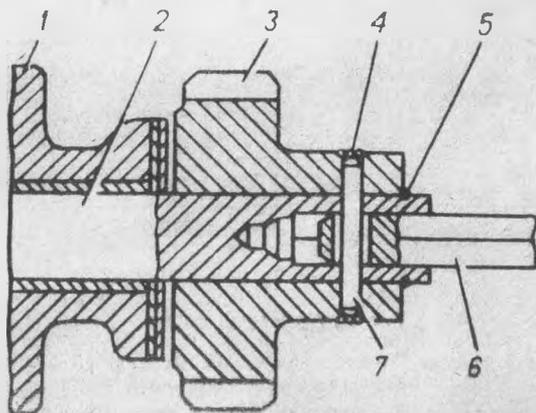

Рис. 10. Привод распределителя зажигания и масляного насоса.
**Привод масляного насоса и распределителя зажигания** состоит из корпуса 1 (рис. 10), в котором вращается валик 2 привода распределителя зажигания. В своей нижней части валик 2 при помощи предохранительного штифта 7 соединен с ведомой шестерней 3 и шестигранным валиком 6 привода масляного насоса.